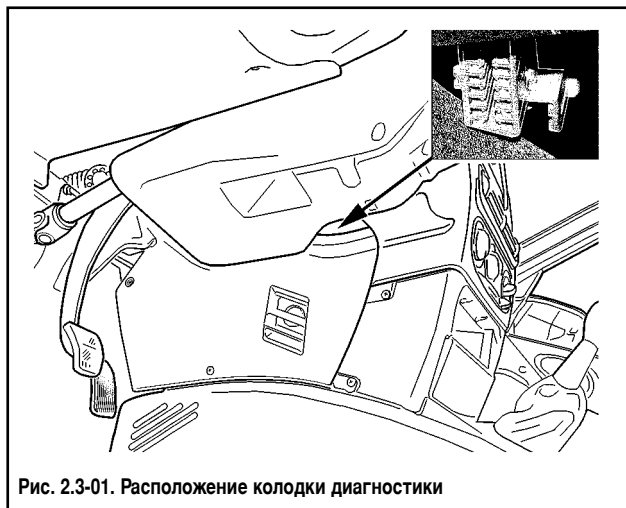

Рис. 2.3-01. Расположение колодки диагностики
5) обеспечение взаимодействия с диагностическим оборудованием. О наличии неисправности система бортовой диагностики сигнализирует включением контрольной лампы. Затем система бортовой диагностики должна обеспечить при помощи специального оборудования получение диагностической информации, хранящейся в памяти контроллера. Для этого в системе управления двигателем организован последовательный канал передачи информации, в состав которого входят контроллер ЭСУД (в роли приемопередатчика), стандартизованная колодка для подключения диагностического прибора (рис. 2.3-01) и соединяющий их провод (К-линия). Помимо колодки стандартизованы также протокол передачи информации и формат передаваемых сообщений. Кроме получения информации о выявленных неисправностях и состоянии системы управления двигателем, система бортовой диагностики позволяет выполнить ряд проверочных тестов, управляя исполнительными механизмами.